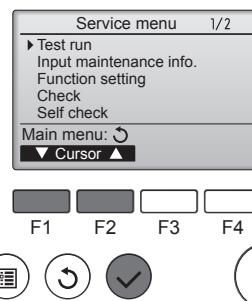

Fig. 8-1
- Service (Servis) menüsünden "Test run" (Çalışma testi) öğesini seçin ve [SELECT] (SEÇ) düğmesine basın. (Fig. 8-1)